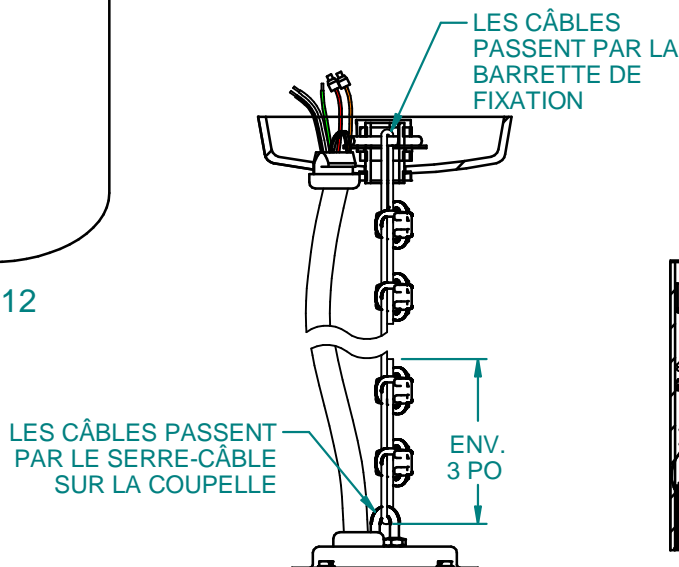

Fig. 13
2. Passer le câble métallique à travers la barrette de fixation et le serre-câble sur le luminaire et le serrer à l'aide de (4) serre-câble comme indiqué à la fig.13.